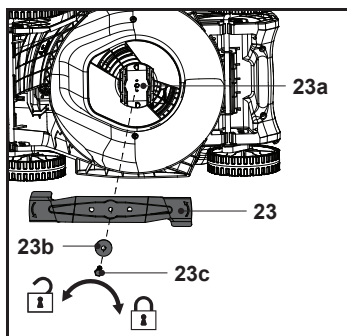

Fig. 20
- Înlocuiește cuțitul (23) cu unul nou de același tip. Verifică mai întâi starea suportului cuțitului (23a) pe ax, apoi fixează cuțitul (23) pe suport (23a) aliniindu-l cu modelele de pe suport, fixează ansamblul cu șaiba inelară (23b) și șurubul de montare (23c) și strânge cu mâna.
- Ține bine cuțitul (23) cu o mână protejată cu mănușă rezistentă și/sau cu un băț, strânge șurubul de montare (23c) în sens orar la min. 25 Nm, max. 35 Nm pentru funcționarea în siguranță a produsului (fig. 20).